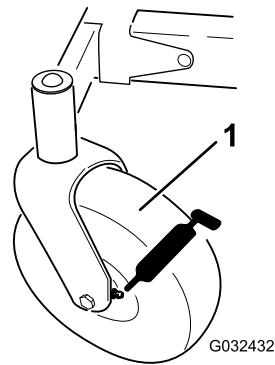

Рисунок 34
3. Очистите масленки (Рисунок 34) ветошью.
4. Присоедините к каждой масленке смазочный шприц (Рисунок 34).